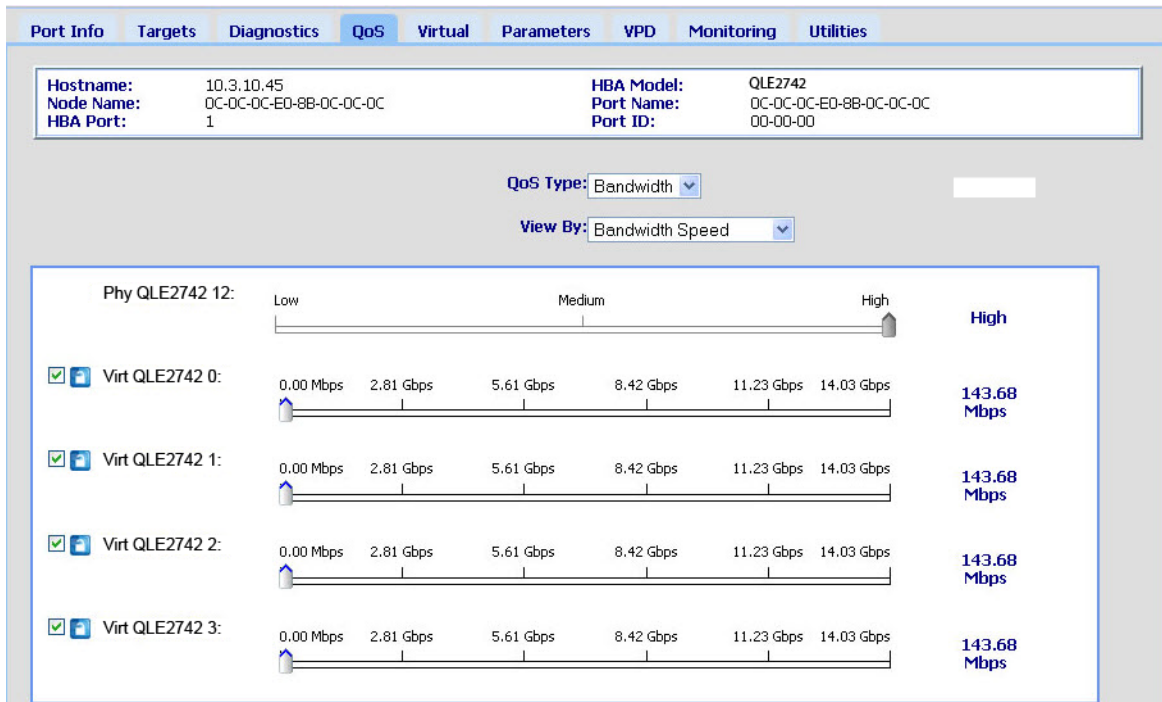

Figura 3-9. Configuração da qualidade de serviço (QoS) pela velocidade da largura de banda
6. Mova o controle deslizante para selecionar a velocidade da largura de banda, conforme mostrado na Figura 3-9.